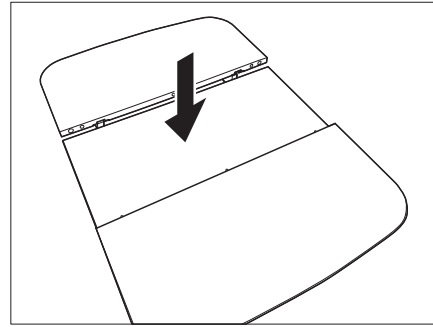

Bild 101 Sänk ner mittendel
- Tryck bordets mittendel kraftigt neråt (Bild 101). Mittendelen trycks uppåt med fjäderkraft.
- Tryck bordets mittendel kraftigt neråt. Mittendelen hakar fast i det undre läget (Bild 101).